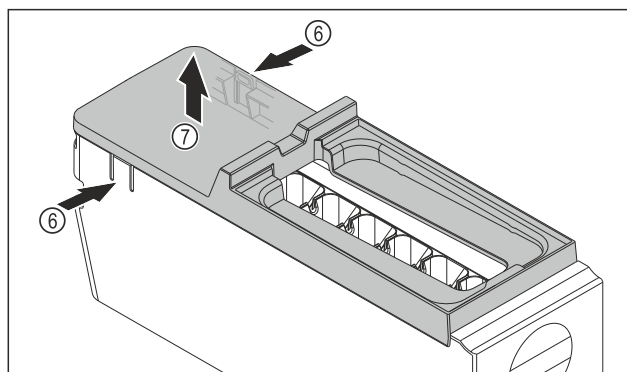

Fig. 178
- ▶ Vegye le az EasyTwist-Ice egység testének fedelét: Nyomja meg az egyik kezével a füleket Fig. 178 (6) az EasyTwist-Ice egység testének mindkét oldalán.
- ▶ Vegye ki a fedelet Fig. 178 (7) a másik kezével felfelé.